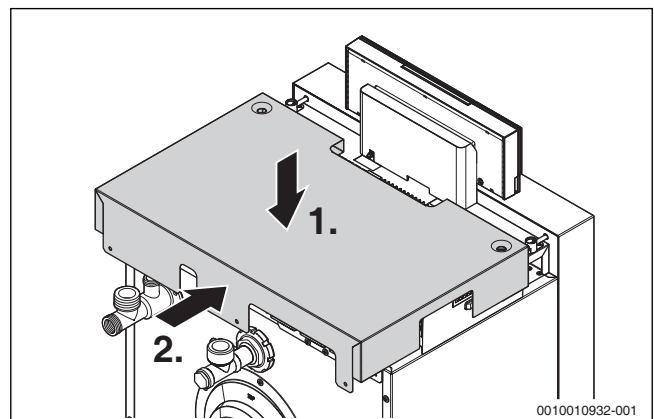

Bild 21 Kesselhaube montieren
- Kesselhaube mit etwas Abstand zur Halterung der Bedieneinheit von oben aufsetzen und nach vorn schieben (→Bild 21)